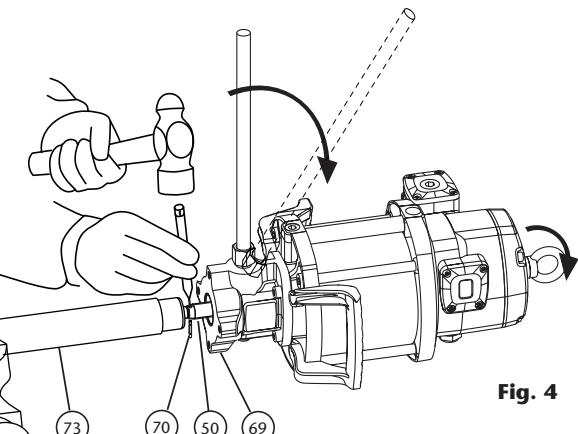

Fig. 4
COMMENT SÉPARER LE MOTEUR D'AIR DE LA POMPE (FIG. 4)
1. Placer la pompe à l'horizontale sur un établi qui la soutiendra par le tube d'aspiration (fig. 4) Donner quelques coups de marteau dans le tube supérieur (73) près de l'union avec le corps (69) pour rompre le frein filet.
2. Dévisser l'écrou de l'amorceur (94) et démonter-le (93).
4. Une fois dévissé, tirer le moteur jusqu'à la goupille (70) de la tige (49). Avec un marteau et une tige filetée, sortir la goupille (70). Le moteur est libéré.